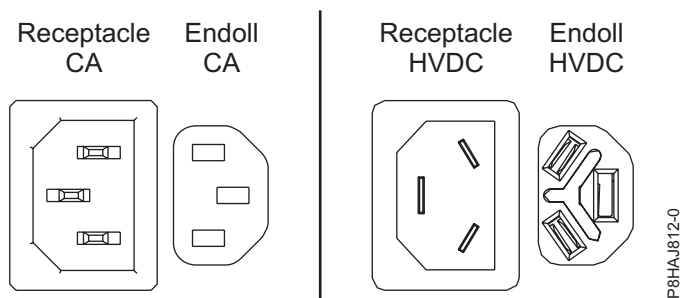
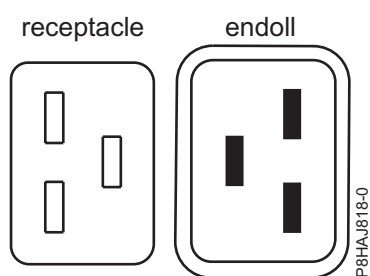
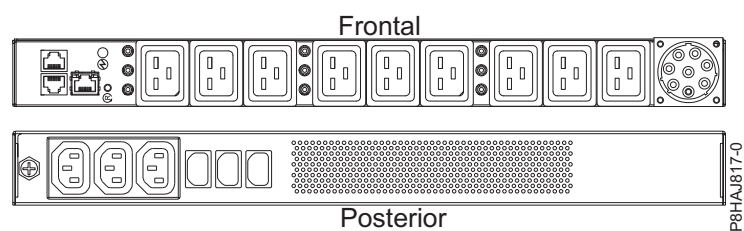

Figura 71. Connectors de CA i d'HVDC
Figura 72. Connectors per al sistema 8408-44E
Figura 73. PDU per al sistema 8408-44E
A Figura 71 a la pàgina 103 es mostren els connectors admesos de corrent alternativa (CA) i de corrent directa d'alt voltatge (HVDC). A Figura 72 a la pàgina 103 i a Figura 73 a la pàgina 103 es mostren els connectors admesos i la unitat de distribució d'alimentació (PDU) per al model 8408-44E.